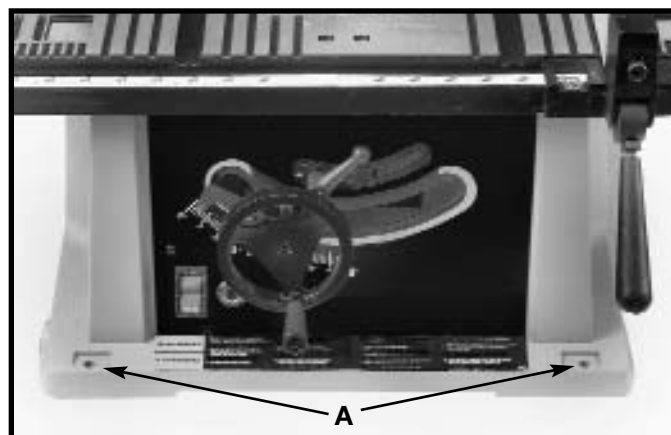

Fig. 4A
Posicione los cuatro hoyos que montan localizado en la base del vio gabinete (dos de que se muestran en (UN) Fig. 4A) sobre cualquier apoyo apropiado que usted utilizan. Entonces abroche seguramente el vio a los apoyos. El vio puede ser asegurado abrochando el soporte por los hoyos que montan con hardware conveniente (no suministrado).